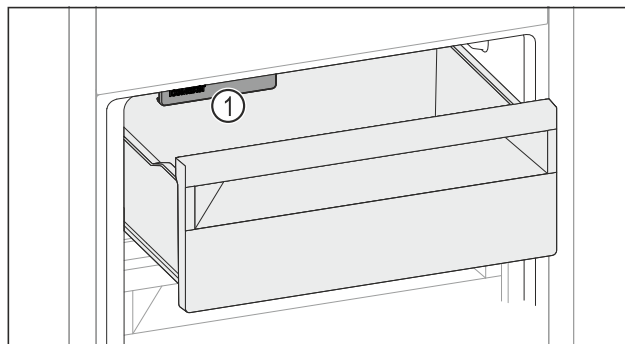

Fig. 160
- Tenere in considerazione l'IceMaker Fig. 160 (1).